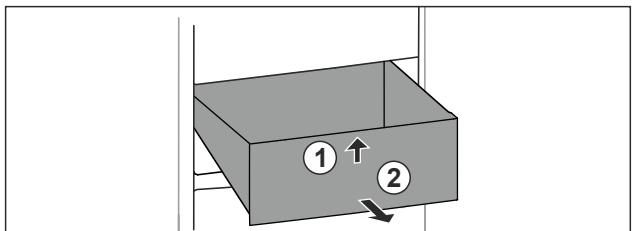

Fig. 86
- Підняти висувний ящик спереду. Fig. 86 (1)
- Вийняти висувний ящик рухом вперед. Fig. 86 (2)